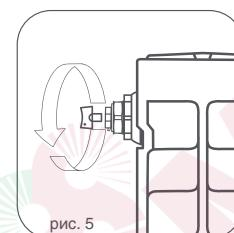

рис. 4
**!** **Во избежание аварии допустимо отклонение оси коллектора радиатора от подводящих труб не более 2° (рис. 4).**